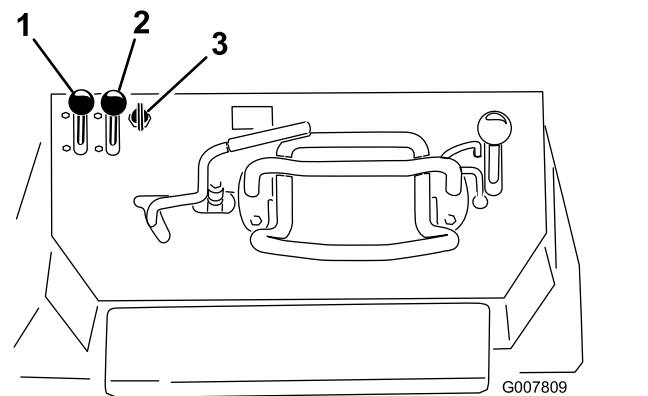

Figura 16
1. Portate la leva dell'acceleratore al centro tra le posizioni di MINIMA e MASSIMA (Figura 16).
2. Spostate la leva dello starter in posizione di ACCENSIONE (Figura 16).
- Per le macchina ad avviamento elettrico, girate la chiave in posizione di ACCENSIONE (Figura 16). Rilasciate la chiave quando il motore si avvia.
4. Spostate gradualmente lo starter in posizione di SPEGNIMENTO (Figura 16). Se il motore si ferma o esita, riavviate lo starter finché il motore non si sarà scaldato.
5. Spostate la leva dell'acceleratore nella posizione desiderata (Figura 16).
2. Spostate la leva dell'acceleratore in posizione di MINIMA (Figura 16).